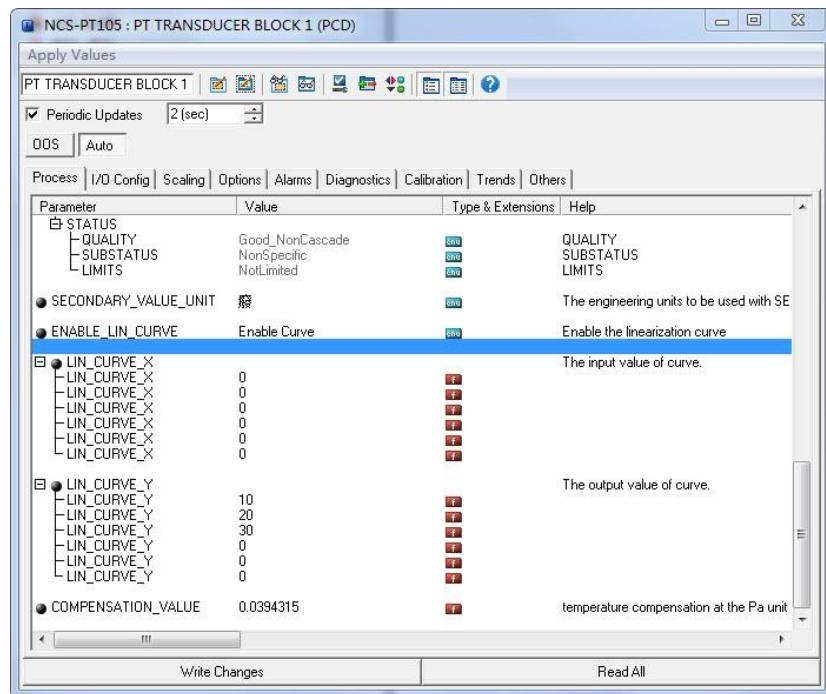

图 6.4 IN_CURVE_Y 的配置
- 1) 智能变送器提供 6 个校正点输入，即变换块的参数 LIN_CURVE_Y 数组，用户可以依次将要校准的压力值写入数组并选择好单位。例如，在进行三点插值校准时，用户选择 10 kPa, 20 kPa, 30 kPa 作为校准点，将这三个值依次写在 LIN_CURVE_Y 数组里，如图 6.4 所示。